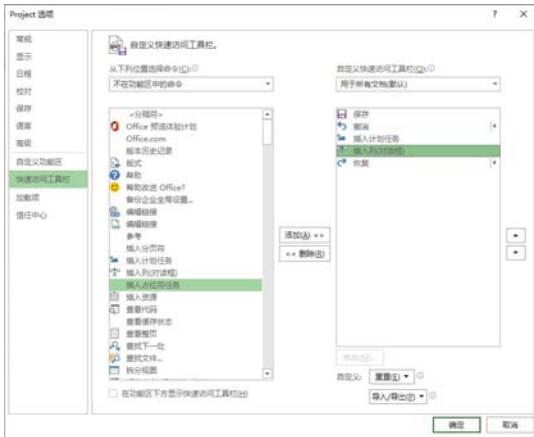

图 1-46 移动命令
- (4) 在【自定义快速访问工具栏】列表框中选择相应的命令，单击右侧的【上移】按钮 ，向上移动命令，如图 1-46 所示。